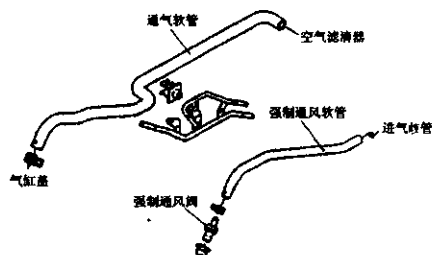

图 2-96 检查进气软管
① 检查强制通风系统进气软管连接是否可靠,有无泄漏、阻塞和损伤现象,如图 2-96 所示,必要时应更换软管。